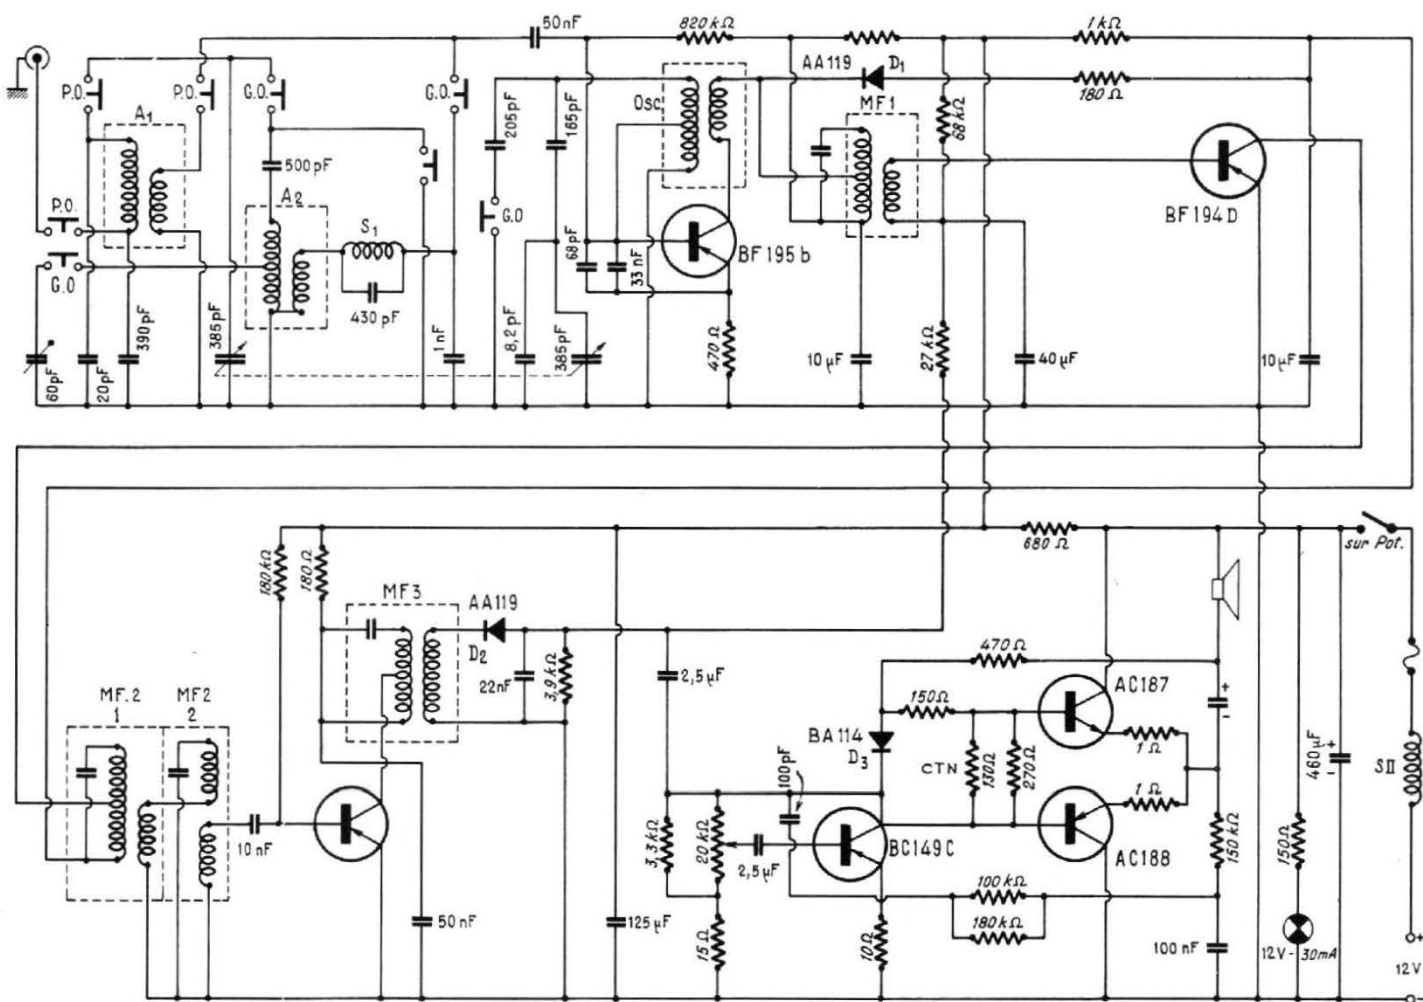

FIG. 1. — Schéma du RA229 Radiola.
La figure 1 donne le schéma complet du récepteur RA229T/00. Parmi les six transistors utilisés, on distingue : les BF195b, BF194d et BF194c pour les étages HF et moyennes fréquences. Les transistors BC149C, AC187 et AC186 équipent la basse fréquence. Les signaux recueillis par l'antenne sont reçus par le transistor BF195b qui constitue l'étage oscillateur - mélangeur. Une diode AA119 constitue le système de contrôle automatique de gain
(D1). Les étages amplificateurs des moyennes fréquences sont équipés des deux transistors BF194d et BF194c. La figure 1 permet également d'observer le détail des bobinages et transformateurs. Le bobinage A1 est le bobinage d'accord petites ondes, alors que le A2 est le bobinage d'accord grandes ondes. On trouve ensuite le bobinage d'oscillation pour les deux gammes. S1 est un « filtre fréquence image ». Les transformateurs moyennes fréquences sont les MF1, MF2 primaire (1) et secondaire (2), et MF3. Une seconde diode du type AA119 assure la détection (D2 sur le schéma). La fréquence intermédiaire du récepteur est sur 455 kHz. Les gammes d'ondes couvertes à la réception sont les suivantes : petites ondes : 515 à 1 635 kHz (582 à 183 mètres); grandes ondes : 154 à 273 kHz (1 100 à 1 950 mètres).